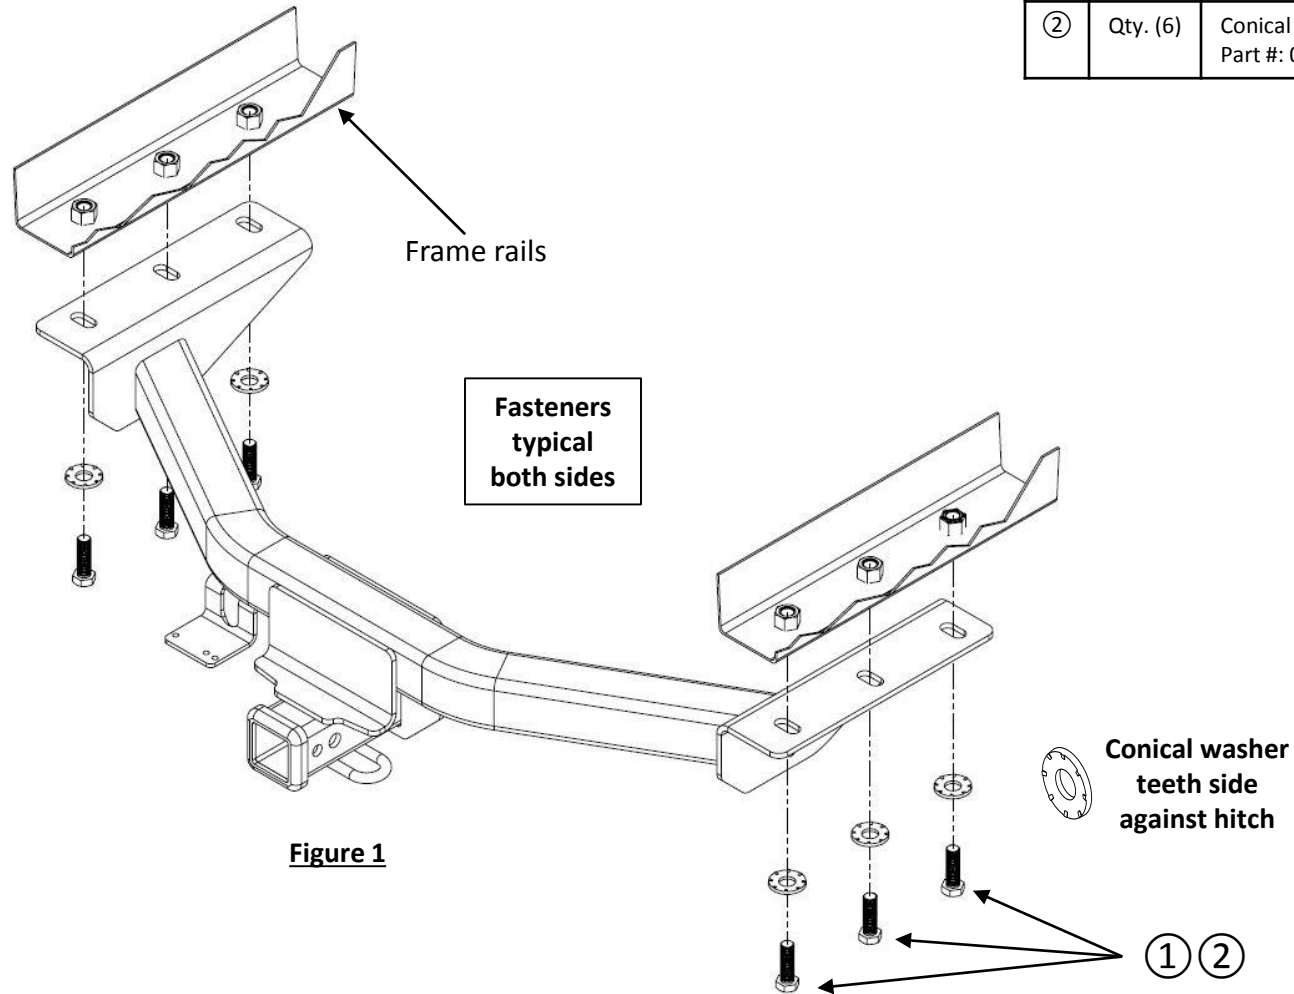

Figure 1
- Install hitch:** Raise the hitch into position and align holes in hitch bracket to the frame rail weldnuts and loosely install the supplied M14 bolts ① and conical washers ② to the hitch, see Figure 1.
2. Install hitch: Raise the hitch into position and align holes in hitch bracket to the frame rail weldnuts and loosely install the supplied M14 bolts ① and conical washers ② to the hitch, see **Figure 1**.
- 2. Installer l'attelage :** Soulever l'attelage en position et aligner les trous des supports sur les écrous soudés des longerons et poser lâchement les boulons M14 ① et les rondelles coniques ② fournis sur l'attelage, voir la Figure 1.
2. **Installer l'attelage** : Soulever l'attelage en position et aligner les trous des supports sur les écrous soudés des longerons et poser lâchement les boulons M14 ① et les rondelles coniques ② fournis sur l'attelage, voir la **Figure 1**.